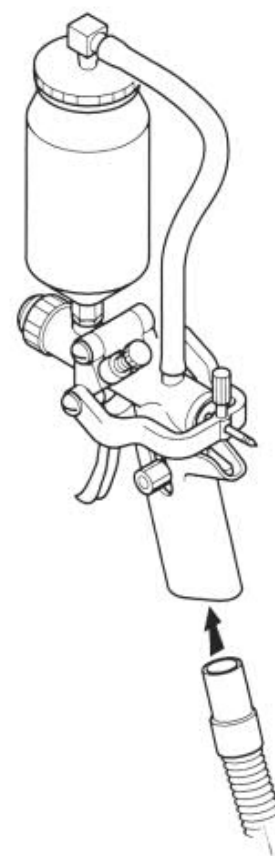

Рисунок 2
- Вставьте шланг подачи воздуха от нагнетателя низкого давления **АВАС** в термоизоляционную рукоятку пистолета-распылителя (см. рис.2).